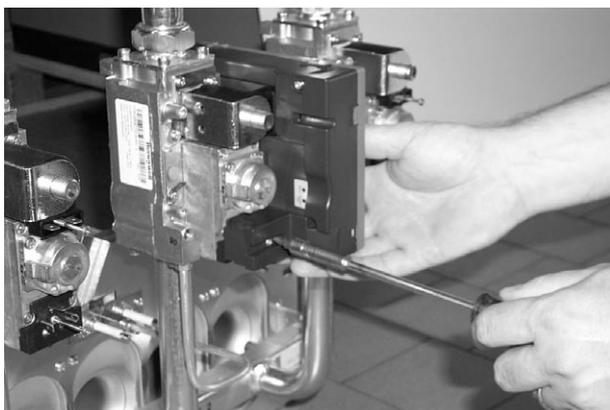
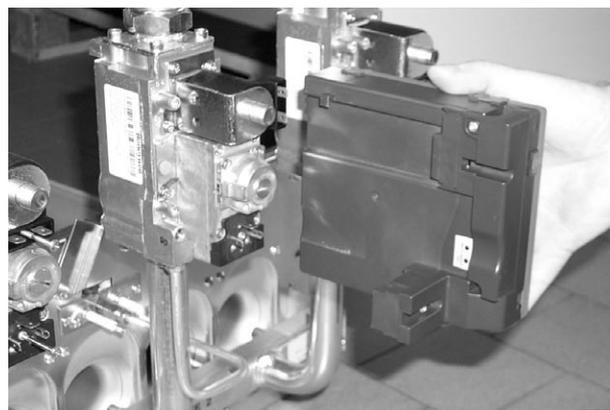

Рис. 17
Рис. 18
- Отвинтить два винта, удерживающие электронный блок контроля пламени на газовом клапане (рис. 17) и снять блок (рис. 18).